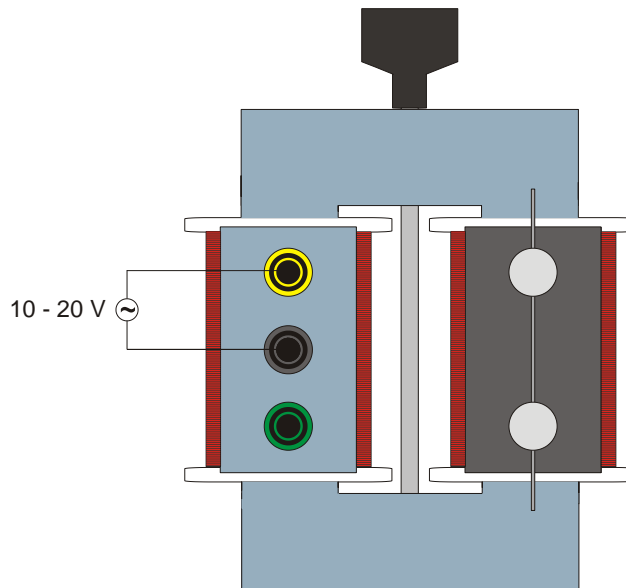

Fig. 1 Montagem do experimento
- Montar o transformador conforme a Fig.1 e colocar sobre uma superfície á prova de calor.